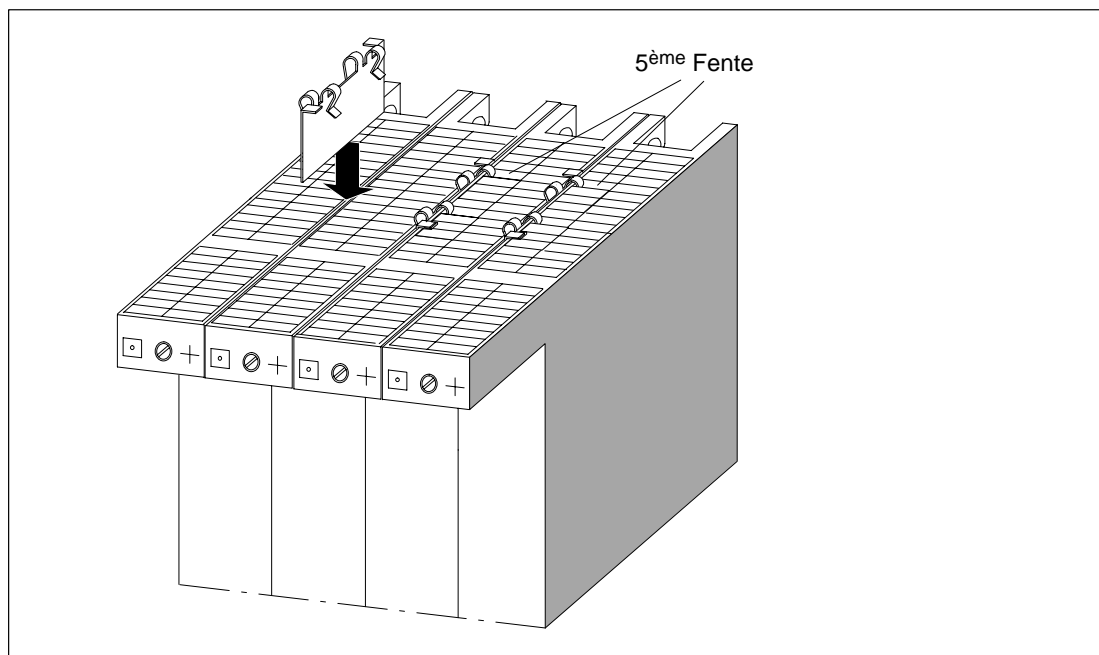

Figure 8-11 Insertion des clips d'assemblage des modules (principe)
1. Insérez un clip entre les deux modules comme le montre la figure 8-11 vue d'en haut, jusqu'à ce que leurs languettes recourbées touchent les modules.
3. Appuyez sur les deux pattes repliées du clip pour l'introduire dans les fentes des modules. La figure 8-11 montre les clips d'assemblage en place.